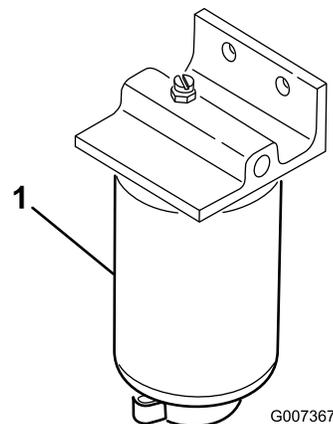

図 54
水セパレータ 図 54 の水抜きは毎日おこなって異物を除去してください。燃料フィルタは 400 運転時間ごとに交換してください。
2. フィルタ容器 図 54 下部のドレンプラグをゆるめて水や異物を流し出す。